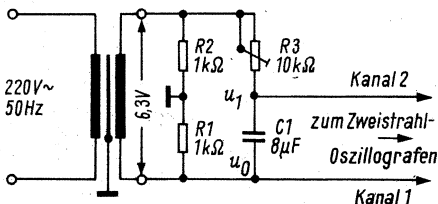

Bild 8a. Phasenschieber für Spannungen mit einer Frequenz von 50 Hz
Mit der Mischstufe nach Bild 7a hat man die Möglichkeit, einen weiteren recht lehrreichen Versuch vorzunehmen: Man kann den Eingängen (1) und (2) zwei Sinusspannungen gleicher Frequenz, aber mit unterschiedlicher Phasenlage zuführen. Dies läßt sich leicht mit der Phasenbrücke Bild 8a realisieren. Hier bleiben die beiden Spannungen  $u_0$  und  $u_1$  auch beim Verändern der Phasenlage mit Hilfe des Widerstandes R 3 unverändert.